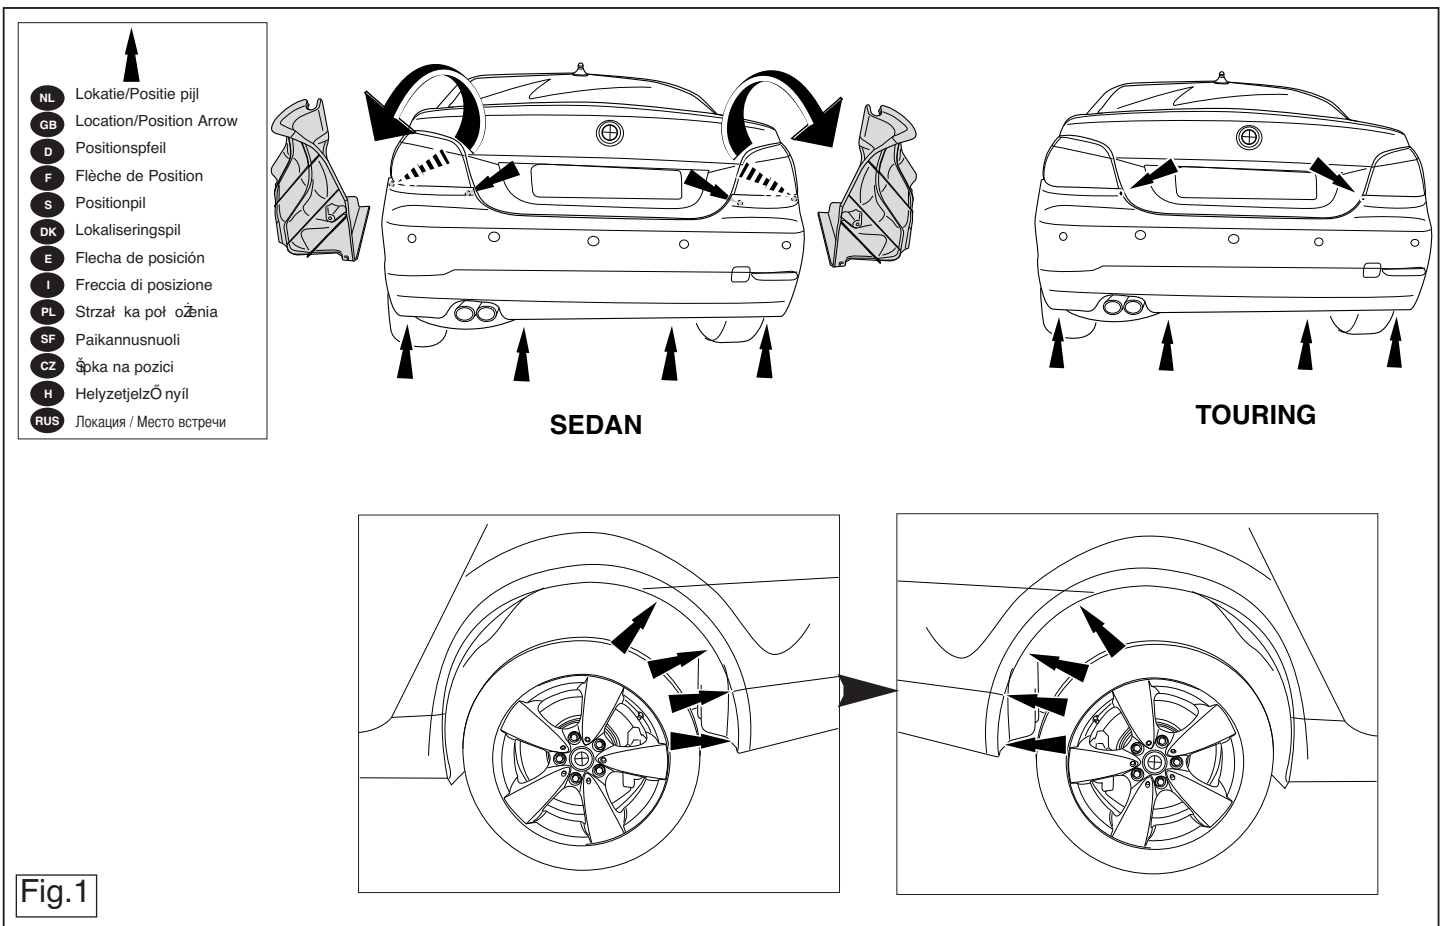

Fig.1
inklusive køretøjets støtdøjse. Denne bliver overflødig. Se fig. 1.
1. Zamontować panele boczne w bagażniku. Zdemontować z pojazdu zderzak wraz ze stalową belką zderzakową, belka zderzakowa nie będzie ponownie używana. Patrz rysunek 1.